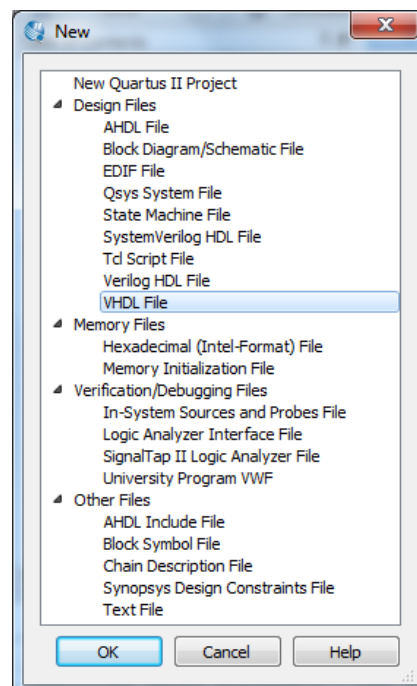

Figura 9 – Seleção do tipo de ficheiro a criar (VHDL File).
3. Crie um novo ficheiro para código fonte VHDL (menu “File->New”), de acordo com a Figura 9.